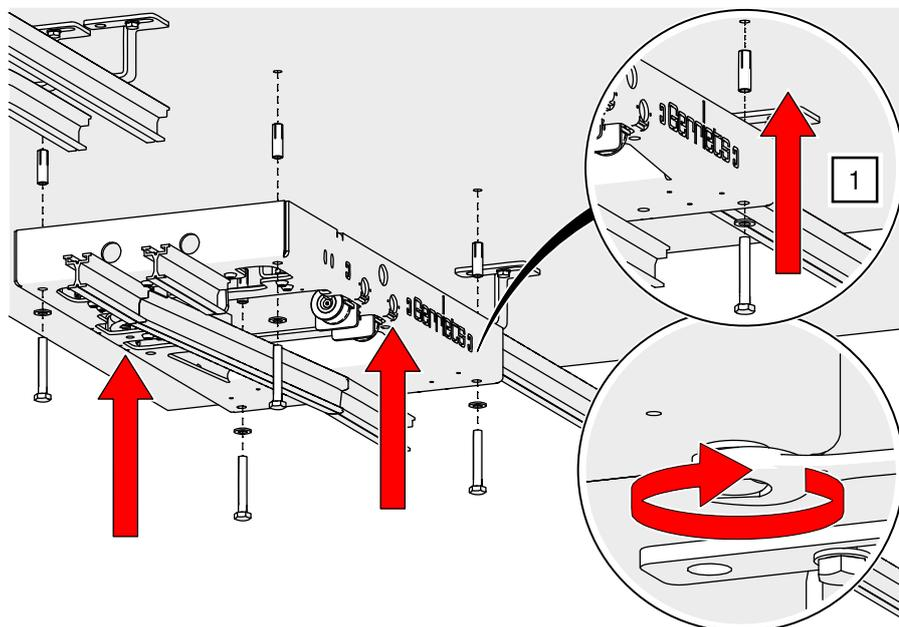

Abb. 130: Fingerweiche – Deckenmontage
1. Verschrauben Sie die Fingerweiche mit dem Untergrund entsprechendem Montagematerial an der Decke (Montage entsprechend Herstellerangaben; Beispiel Beton – siehe Abb. 130).